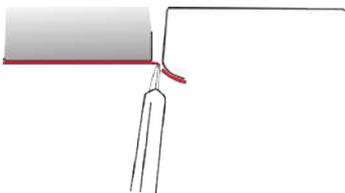

Figure 31
- › Après découpe, 2 à 3 mm de film dépasse de la carrosserie couverte. (FIG. 31)